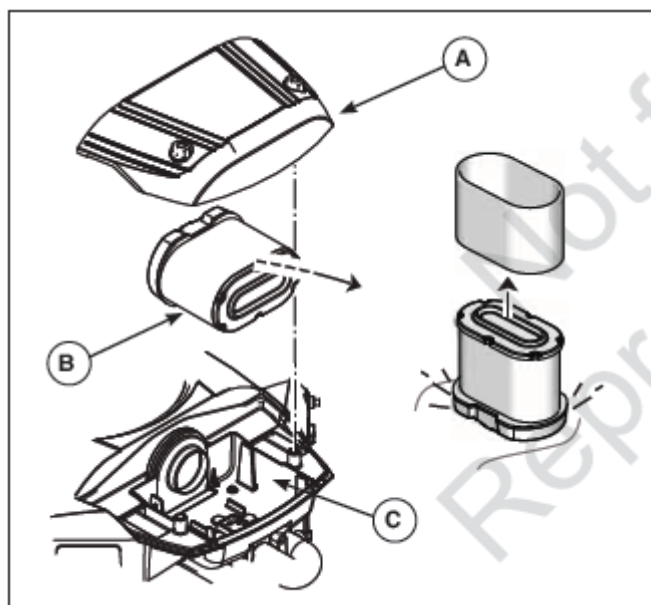

Рис. 12
1. Отверните и снимите кожух (А, рис. 12).